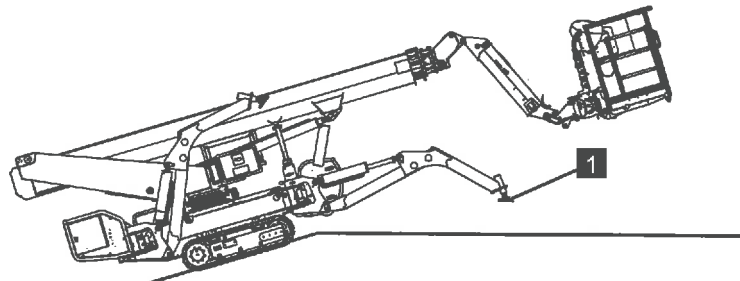

Abb. 97
5. Darauf achten, dass die Abstützteller (Abb.97/1) den Boden möglichst nicht berühren.